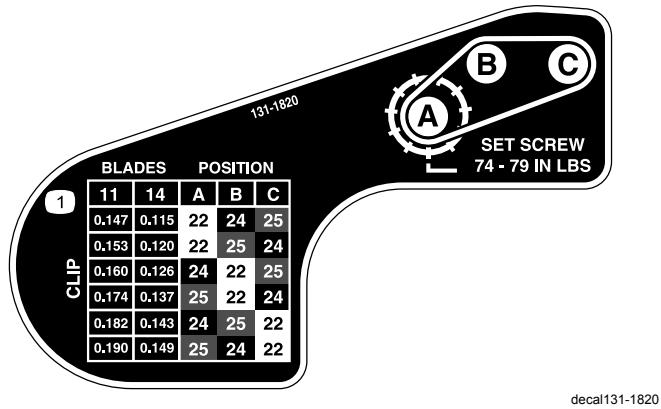

Figura 22
- 6. Utilizando a tabela mostrada no autocolante na Figura 22, determine a definição de apara que deseja e que polias tem de mover.
- 9. Instale cada polia na nova configuração, como se indica no autocolante (Figura 22).